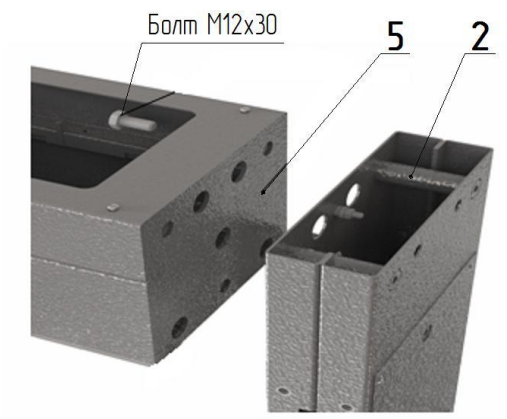
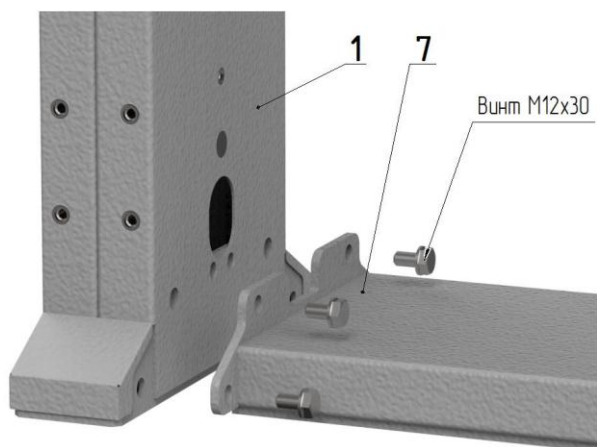

Рис. 1
Рис. 2
6.2.1. Сборка турникета (рис. 1, 2, 3):
– положите на пол боковой плоскостью раму привода **5** (рис. 1) (предварительно постелив лист картона), рядом аналогично положите стойку ограничения прохода **1** и стойку шлюза **2**; состыкуйте указанные элементы друг с другом присоединительными элементами и закрутите по три болта М12 с каждой стороны; поставьте собранный портал вертикально на месте установки турникета; закрепите к стойке **1** напольную плиту **7** (рис.2) четырьмя винтами М12;